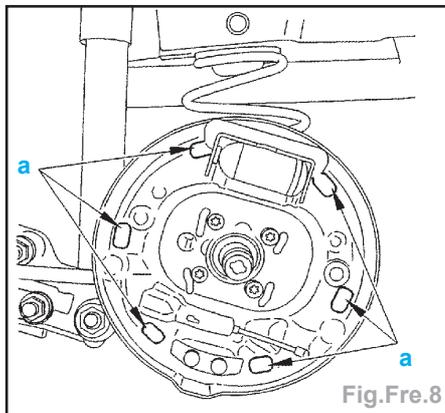

Fig.Fre.8
- Graisser légèrement les 6 points d'appui «a» des segments de frein sur le plateau de frein (Fig.Fre.8).